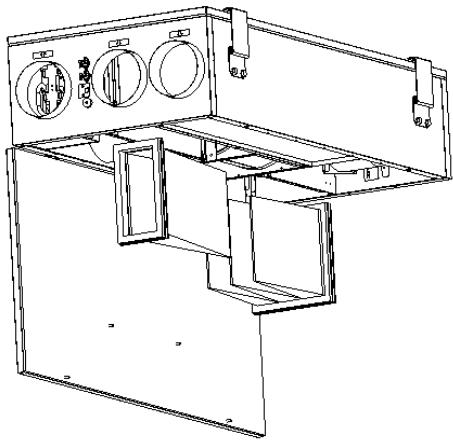

Fig. 5
D WARTUNG (Fig. 5)
1. Filterwechsel Zu- Abluft (Lampensignal auf Fernbedienung) 1 - 2 mal jährlich (bzw. nach Bedarf) Fig. 5
GB MAINTENANCE (Fig. 5)
1. Changing extract/inlet filter (lamp signal on control panel) 1 - 2 times per year or as necessary) Fig. 5